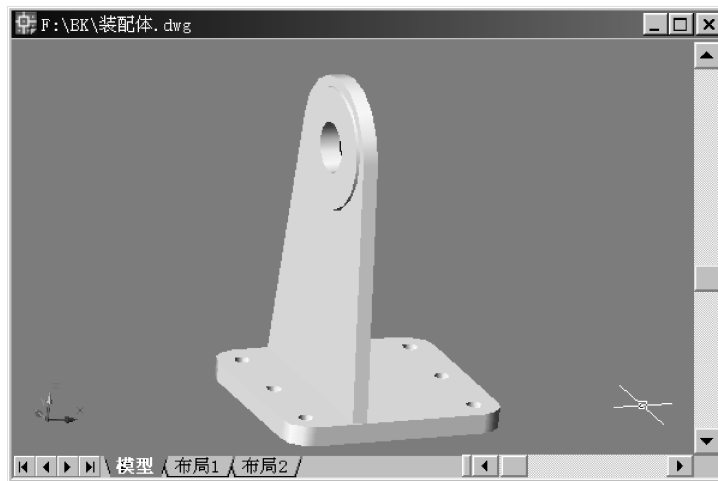

图 5-40 将挡板与底板对齐
(5) 选择菜单“修改”→“三维操作”→“对齐”，将挡板的底面与底板的顶面对齐，如图 5-40 所示。